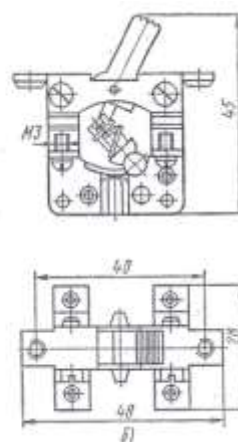

Рис.4. Тумблер
- **Тумблеры** – малогабаритные однополюсные или двухполюсные переключатели, используемые, например, для включения электрического освещения станка, нечастой коммутации электрической цепи и пр. (Рис.4). Обычно тумблеры имеют два контакта, один из которых при включении замыкается, а другой – размыкается. Специальный механизм обеспечивает быстрое переключение контактов независимо от скорости поворота рычажка переключателя.